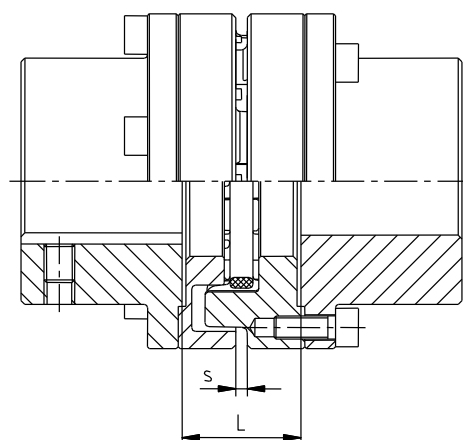

図 29: カップリングの取付け
- 組立てた部品をカップリングフランジの間に取付けて下さい。(図 29 をご参照)
- 駆動機が固定されていて動かせない場合は、寸法 s または L になるようにカップリングフランジを軸上で移動して下さい。(図 29 をご参照)